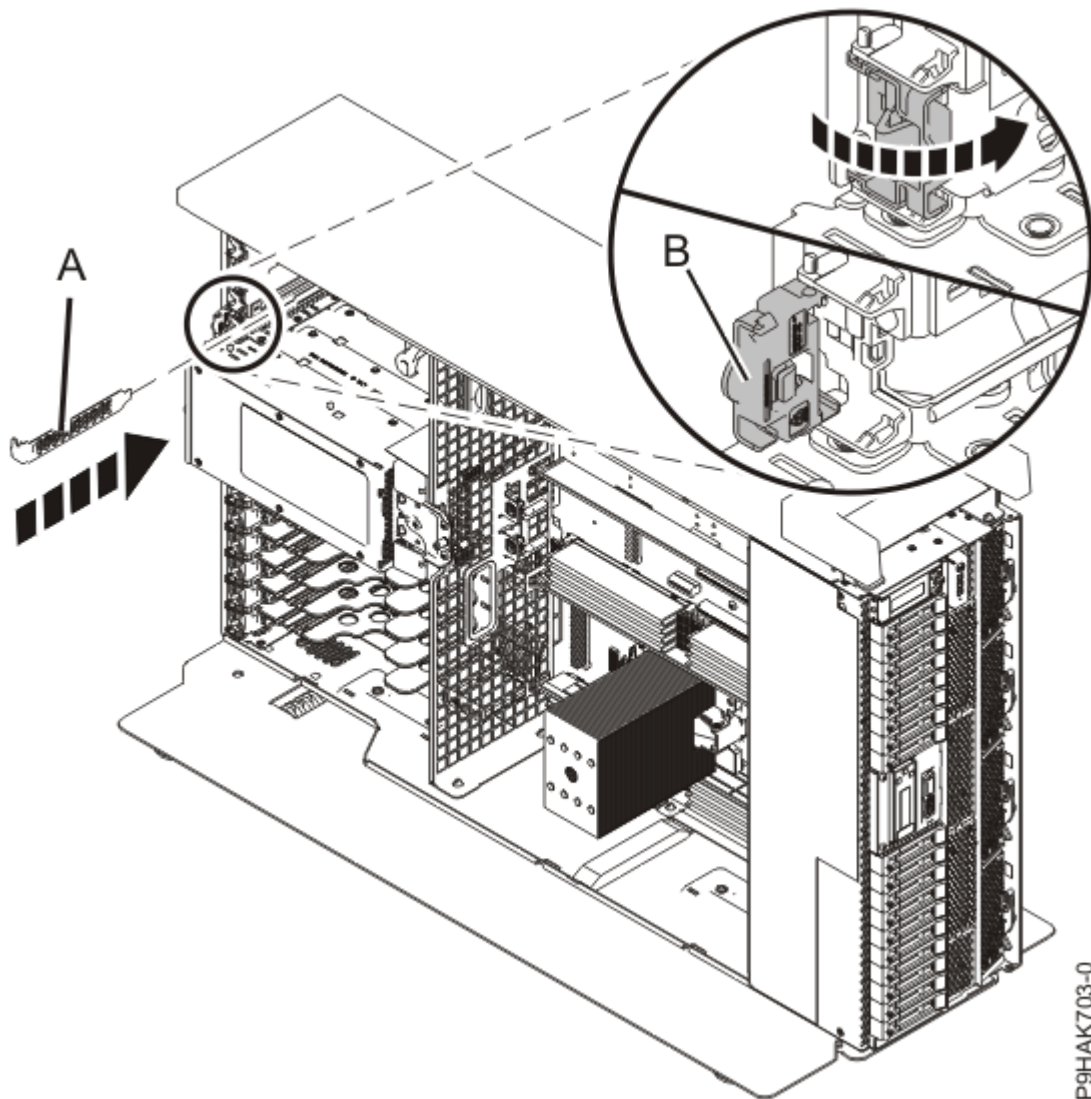

Figura 57. Instalación de un panel de relleno en una ranura de adaptador en el sistema autónomo de 9009-41A
- a) Sujete con cuidado el relleno y alinéelo con la ranura y con el conector de la placa del sistema, tal como se muestra en la Figura 56 en la página 78 y la Figura 57 en la página 79.
- b) Inserte el relleno firmemente en la ranura, tal como se muestra en la Figura 56 en la página 78 y en la Figura 57 en la página 79.